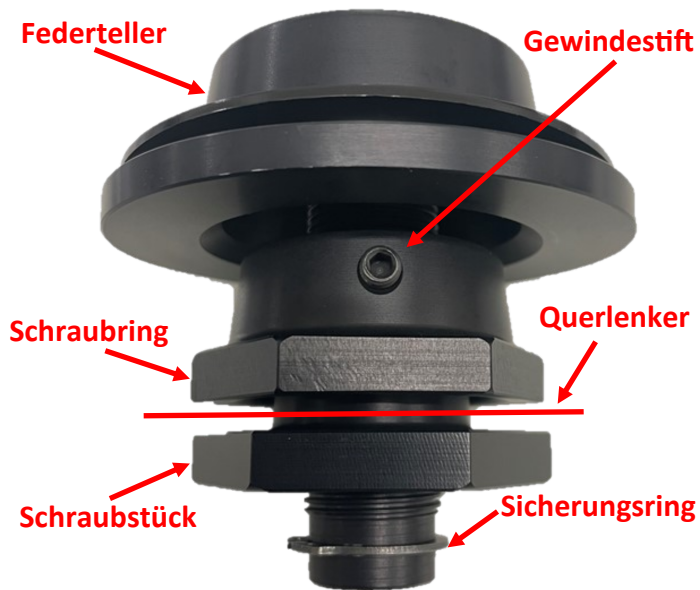

Abb. 1: HA Höhenverstellung Einzelteile (Abbildung ähnlich)
- Zum Einbau der Höhenverstellung den **Sicherungsgring** mit **Schraubstück** und **Schraubring** von der Höhenverstellung **entfernen**. **Schraubstück** mit **Schraubring** in den **Querlenker** montieren. Der Schraubring wird gegen das Schraubstück mit einem **Drehmoment von 80 Nm** angezogen. Anschließend mit dem **Gewindestift** fixieren. **Federteller** einschrauben und mit **Sicherungsring** sichern, **Abb. 1 und 2**.